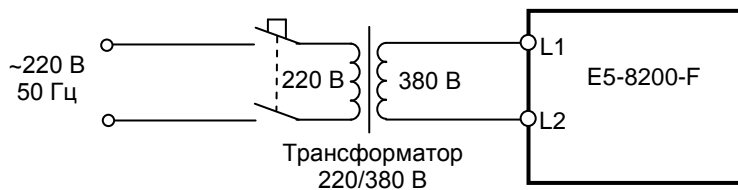

Рис. 4.9. Подключение ПЧ к электросети 1Ф ~220 В через трансформатор 220/380
4.8.1. Подключить ПЧ E5-8200-F-010H (-015H) к электросети 3Ф ~380 В (или к сети 1Ф ~220 В через трансформатор 220/380 В, как показано на рис. 4.9).